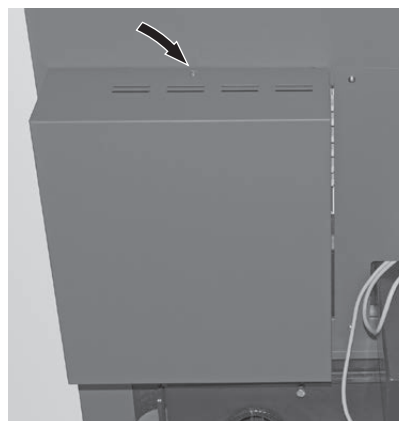

Fig. 103 Abdeckung über Frequenzumformer
- ▶ Abdeckung über Frequenzumformer unten einhängen und oben mit 1 Blechschraube befestigen – Fig. 103.